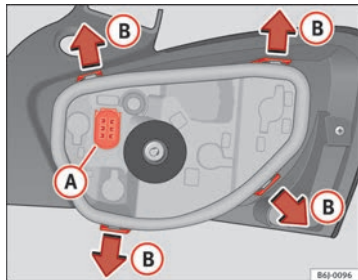

Abb. 152 Glühlampenersatz Rückleuchten
- Nehmen Sie den Lampenträger aus dem Gehäuse heraus. Drücken Sie dazu die Laschen **(B)** in Richtung der Pfeile ⇒ Abb. 152.